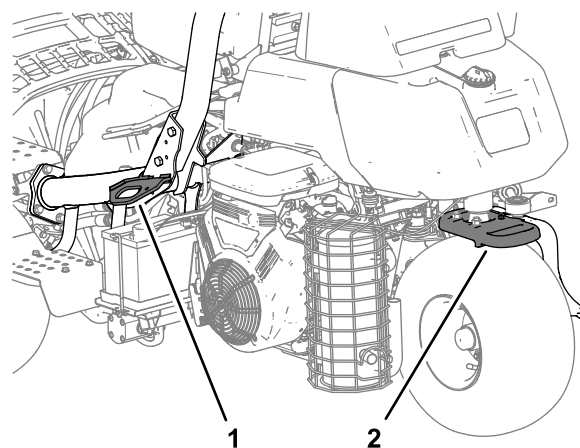

図 29
- 荷台に載せたら、ストラップ、チェーン、ケーブル、ロープなどで機体を確実に固定してください。機体の前後に取り付けた固定ロープは、どちらも、機体を外側に引っ張るように配置してください 図 29。